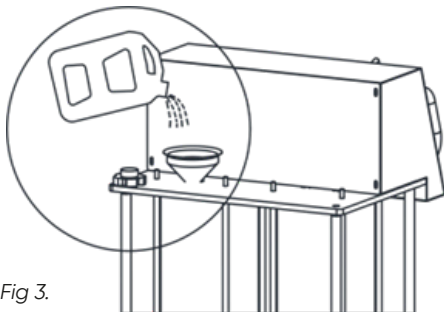

Fig 3.
2. Raadpleeg de voertuighandleiding voor specificaties en hoeveelheid antivriesmiddel. Open de dop van de nieuwe tank aan de achterkant van de unit, voeg antivries toe in de juiste hoeveelheid (max. 12 liter) via een trechter en draai de tankdop vast om deze af te dichten (afb. 3).